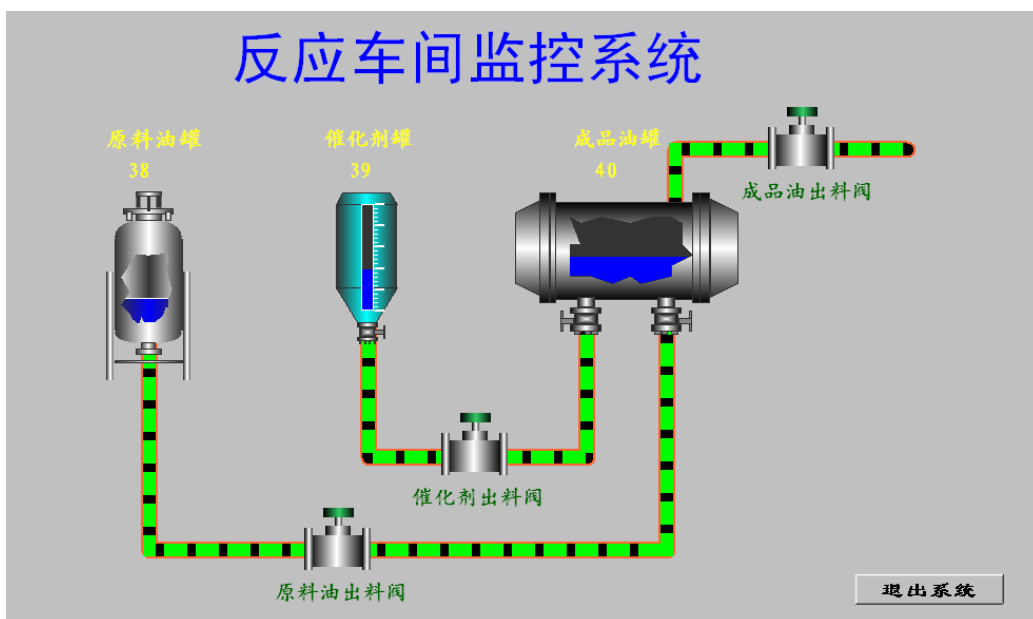

图 3-20 管道水流运行演示
(5) 全部保存，切换到运行画面。修改文本的值，可以看到管道中水流的效果，如图 3-20 所示。